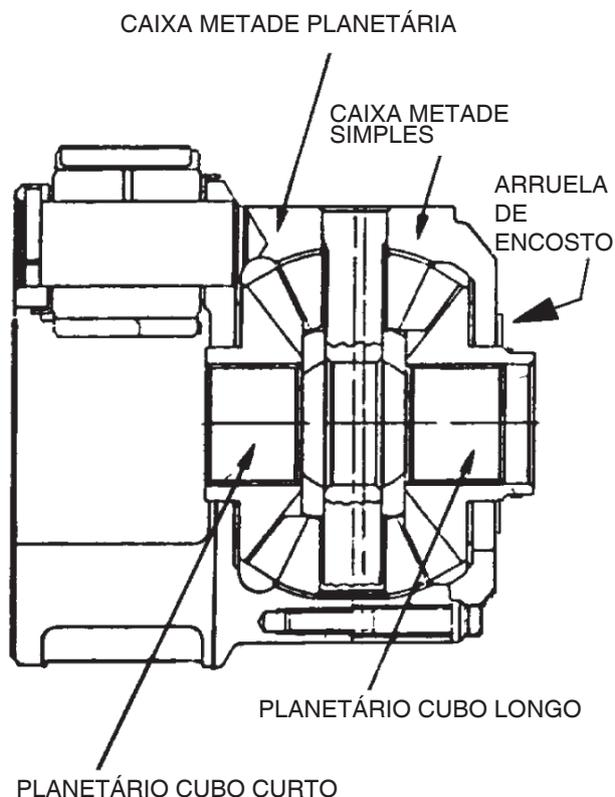

Figura 69
**⚠ Atenção:** Alertamos que a instalação dos planetários, na caixa metade planetária, de forma inadvertida pode resultar na inversão de suas posições originais (Figura 69).